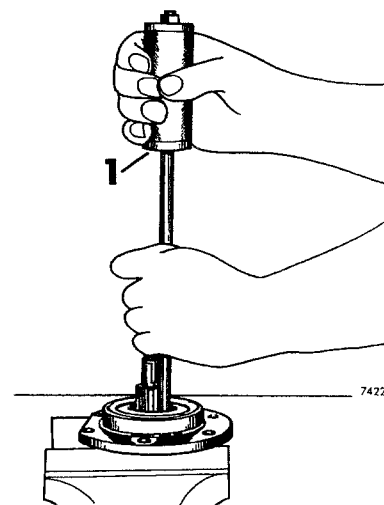

Fig 09-7. Borttagning av tätning
2. Slå ut tätningarna, se fig 09-7.